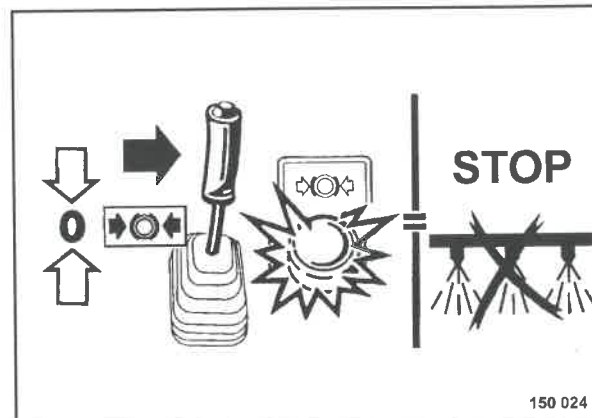

Fig. 74
- Per disinserire l'irrorazione, porre la leva di marcia nella posizione "Freno chiuso" (Fig. 74) oppure posizionare l'interruttore rotante irrorazione a pressione su "0".